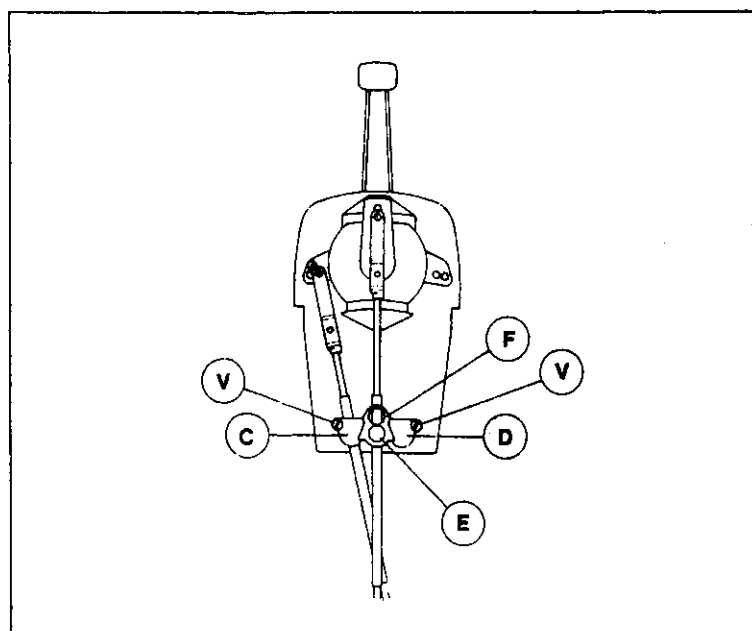

Fig. 3
- Inserite il cilindretto del terminale guaina nella sede C o D della semiscatola (Fig. 3).
- Insert cylinder of jacket end fitting in C or D seat of the half case (Fig. 3).
- Inserite il cilindretto del terminale guaina nella sede E della semiscatola (Fig. 3).
- Insert cylinder of jacket end fitting in E seat of the half case (Fig. 3).